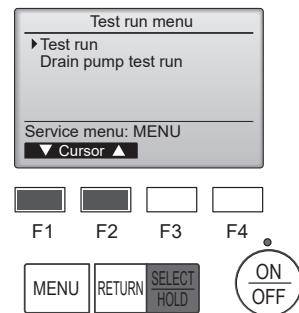

Fig. 6-4
- ④ Sélectionnez "Test run" (Test fonctions) à l'aide du bouton [F1] ou [F2] puis appuyez sur le bouton [SELECT/HOLD]. (Fig. 6-4)